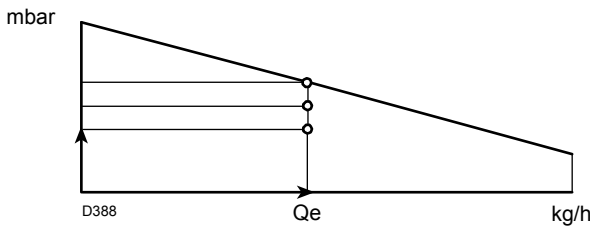

Fig. 4
- 3 Segnare nel campo di lavoro del bruciatore, (Fig. 4), il punto di lavoro individuato da:
- 4 Tracciare una verticale dal punto A, (Fig. 4), e trovare la massima pressione H2 del campo di lavoro.
Se H3 è maggiore di H1, come in (Fig. 4), il bruciatore può erogare la portata richiesta.